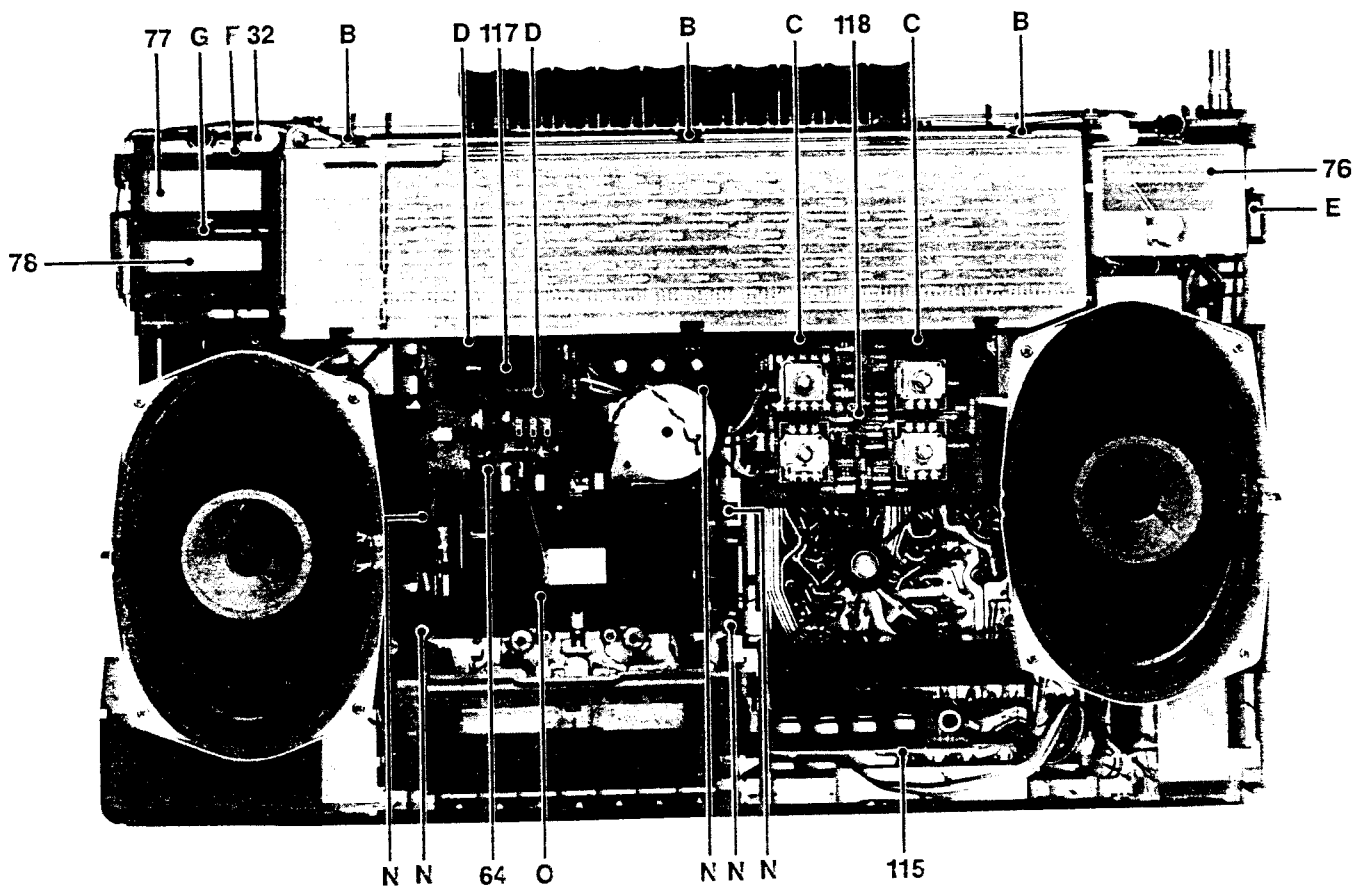

Bild 2
- 2 Rastnasen C (Bild 2) anheben und Reglerplatte 118 herausklappen.
- Die Schalterplatte 115 (Bild 2) ist gesteckt und kann nach vorne herausgezogen werden.
- 2 Rastnasen D (Bild 2) anheben und Reglerplatte 117 herausnehmen.
- Rastnase E (Bild 2) nach innen drücken und Anzeigeeinstrument 76 nach vorne herausnehmen.
- Rastnase F (Bild 2) auf der Zähleroberseite drücken und Frequenzzähler nach vorne herausziehen.
- Rastnase G (Bild 2) nach unten drücken und Uhren-Modul 78 nach vorne herausklappen.
- Schalterplatte 115 (Bild 2) ausbauen.
- 5 Schrauben N (Bild 2) herausdrehen.